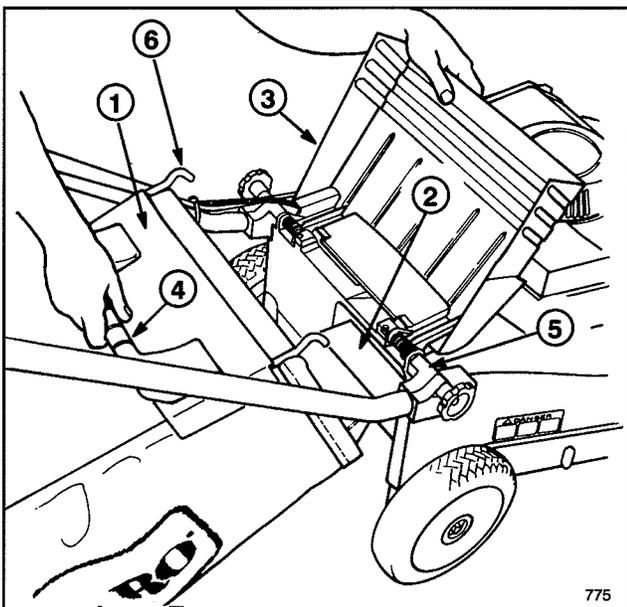
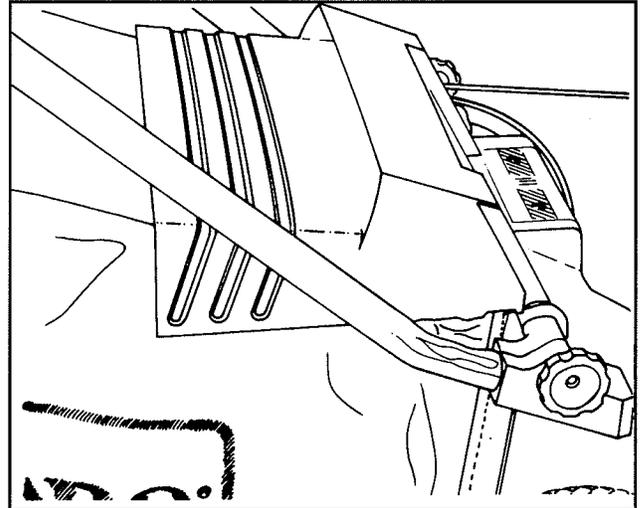

Figure 12
Figure 13
2. **INSTALLATION DU SAC**—Soulever le volet d'éjection, glisser le rail attaché au sac dans l'ouverture d'éjection et accrocher le cadre du sac sur la portion arrondie des supports de montage (fig. 12). Laisser le volet d'éjection reposer sur le dessus du sac (fig. 13).